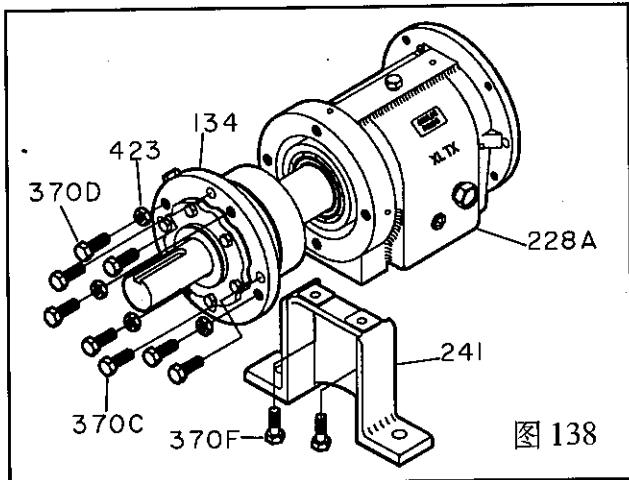

图 138
13. 将轴组件装进轴承箱(228A)内，检查轴是否能转动自如。(图138)